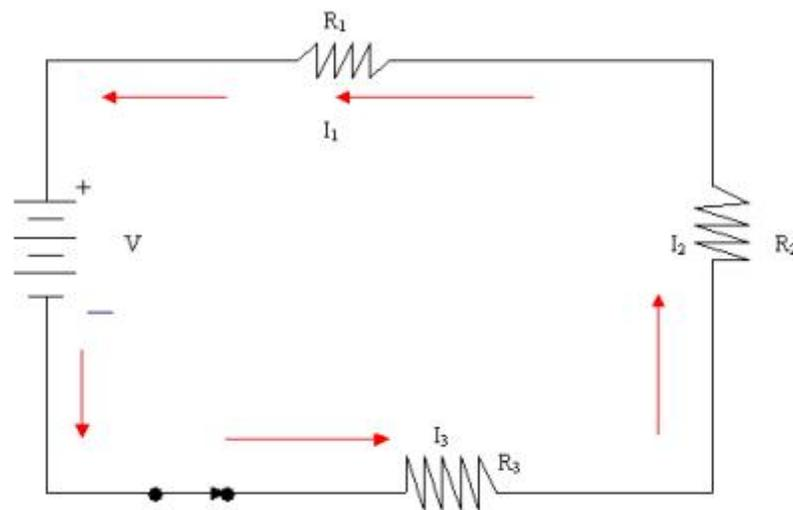

Figura 4. Primer circuito a ser implementado en la práctica.
2. Realice en el protoboard el montaje de la figura 4.